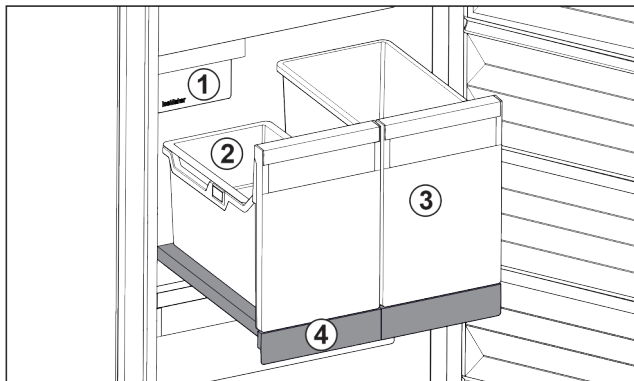

Fig. 32 Изтегляща се дъска с IceTower
- (1) IceMaker
- (2) Окачваща се поставка за ледени кубчета
- (3) Съд за напр. пица, алкохолни напитки
- (4) Изтегляща се дъска
Върху изтеглящата се дъска има два високи съда (IceTower). В съда Fig. 32 (2) се събират и съхраняват ледени кубчета от IceMaker. Съдът Fig. 32 (3) е подходящ за съхранение на високи хранителни продукти като пици или алкохолни напитки.